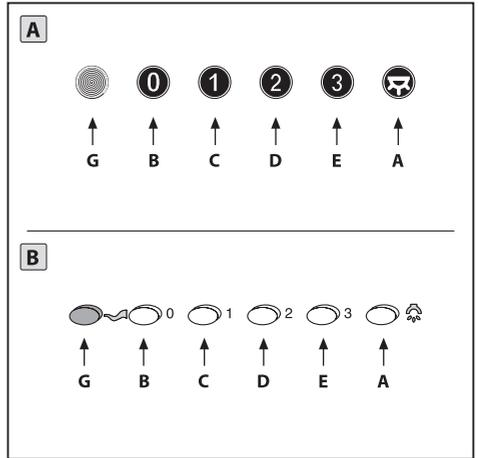

Fig.23
• **Comandi meccanici (Fig.23.A.B)** la simbologia è di seguito riportata: